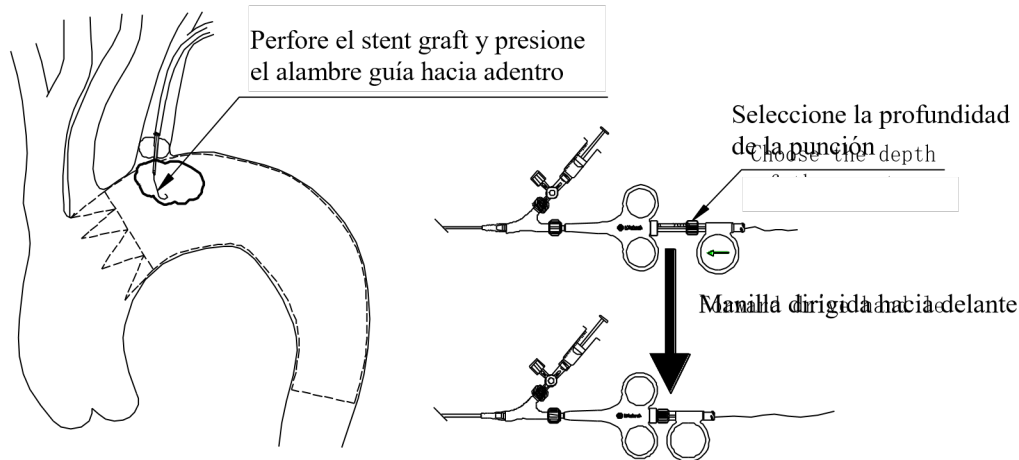
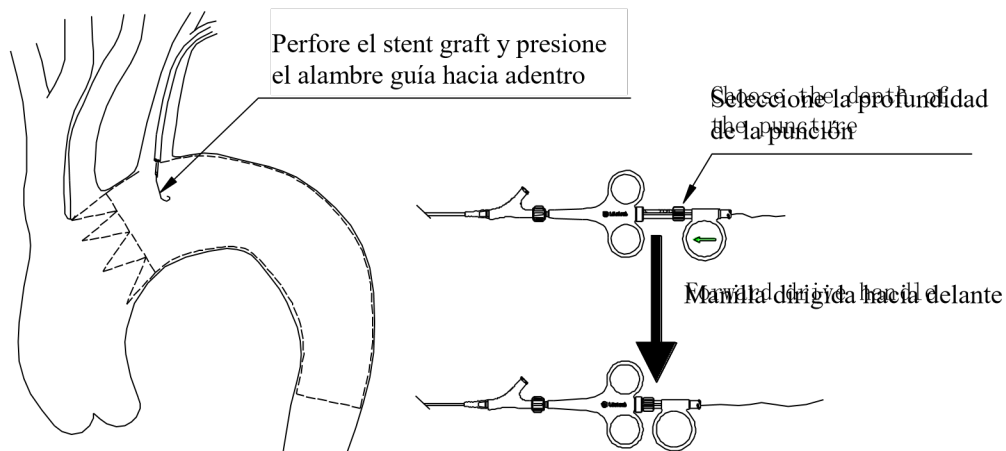

Figura 7-1: punción de stent graft (con balón)
Figura 7-2: punción de stent graft (sin balón)
- c) Dirija la manilla hacia delante y perfora el stent graft. Para el Sistema de Aguja Endovascular con balón, se puede romper la membrana directamente debido al anclaje del balón, tal y como se muestra en Figura 7-1. Para el Sistema de Aguja Endovascular sin balón, es necesario fijar con firmeza el stent graft y dirigir la manilla con rapidez. En comparación con el sistema de aguja con balón, la operación en la que se utiliza el sistema de aguja sin balón requiere que los cirujanos tengan una amplia experiencia clínica en este campo, tal y como se muestra en la Figura 7-2.